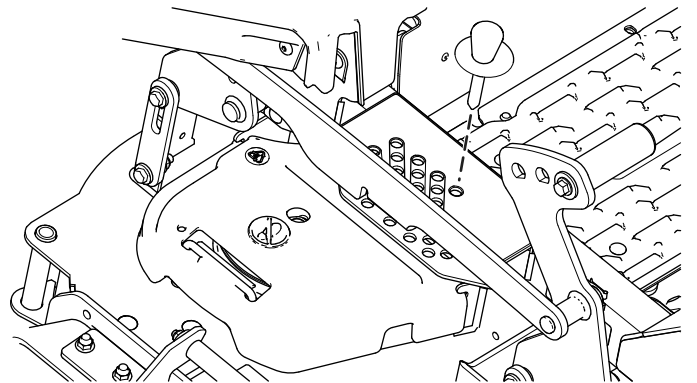

Bild 27
2. Setzen Sie den Schnitthöhenstift in die 127 mm hohe Schnitthöhe der Halterung ein (Bild 27).